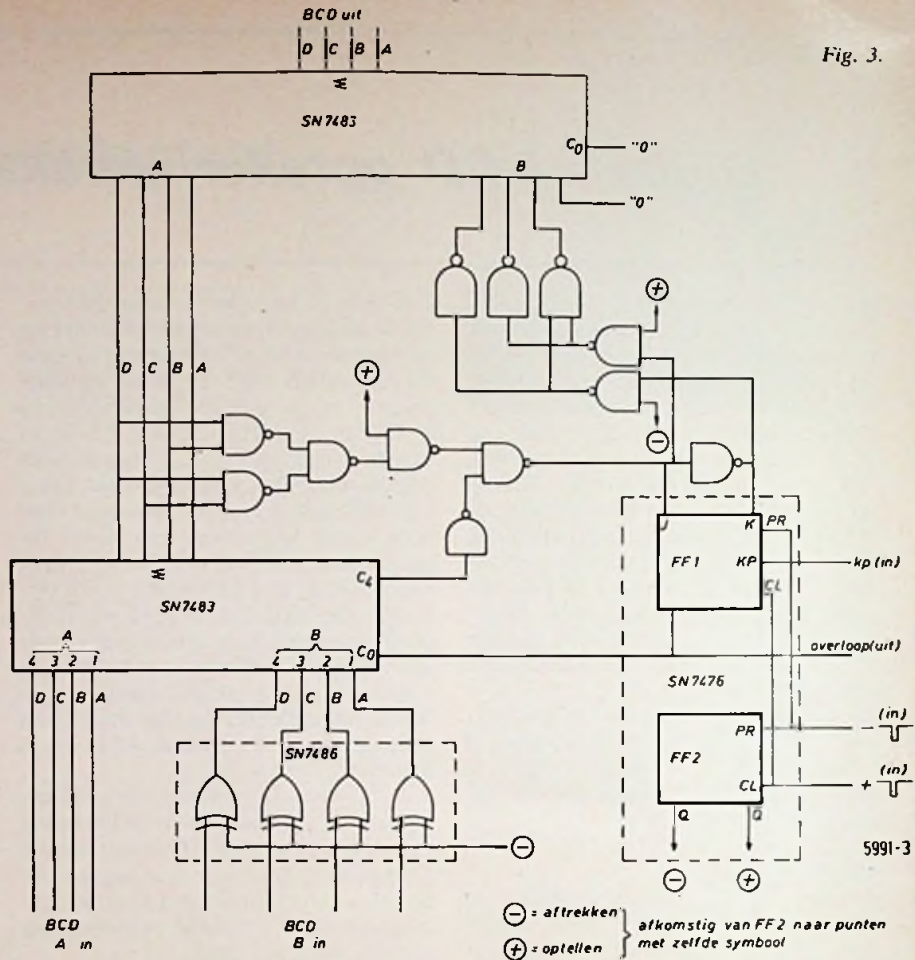

Fig. 3.
Gebeurt het nu, dat een aftrekking niet „gaat” dan wordt de overloop „0”, de 2e opteller telt de correctiefactor 10 bij en bij de eerstvolgende klokimpuls (KP) wordt de flipflop „0”, zodat bij de volgende digit een extra „1” wordt afgetrokken. Bij het optellen is de flipflop dus normaal „0” en bij het aftrekken normaal „1”. Als de opteller dan ook wordt omgeschakeld van optellen naar aftrekken of andersom, dan moet de geheugenflipflop ook van „0” naar „1” resp. van „1” naar „0” worden gezet. Dit gebeurt door aan de preset (Q wordt „1”) of de clear (Q wordt „0”) ingang even een negatief gaande impuls te geven. Bij het aftrekken geldt, dat als na het aftrekken van een reeks getallen de flipflopuitgang nog „0” is, er overloop is opgetreden. Dit in tegenstelling tot het optellen, waar de uitgang juist „1” is, als er overloop is opgetreden. Het gehele schema toont fig. 3.